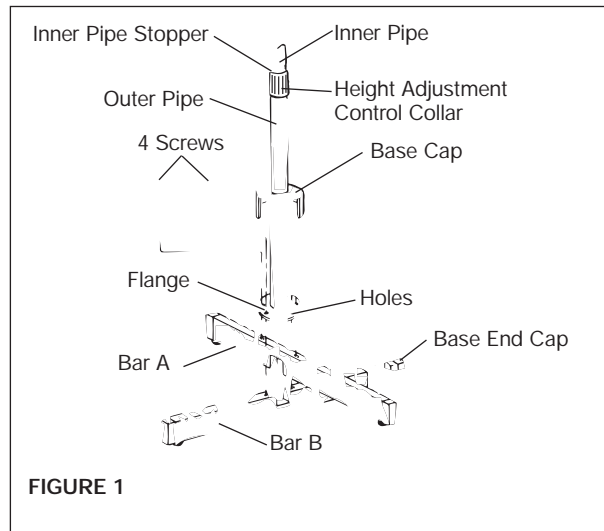

FIGURE 1
1. Loosen and remove the four screws from bar A and bar B. Cross the 2 bars as shown in Fig. 1 and align the four holes with those on the flange. Secure the flange to the bars with the four screws. Slide the base cap down over the assembly.
1. Afloje y retire los 4 tornillos de las barras A y B. Cruce las 2 barras como se demuestra en Fig. 1 y alinee los 4 agujeros con aquellos en el reborde. Asegure el reborde a las barras con los 4 tornillos. Deslice hacia abajo la tapa de la base sobre lo ensamblado.